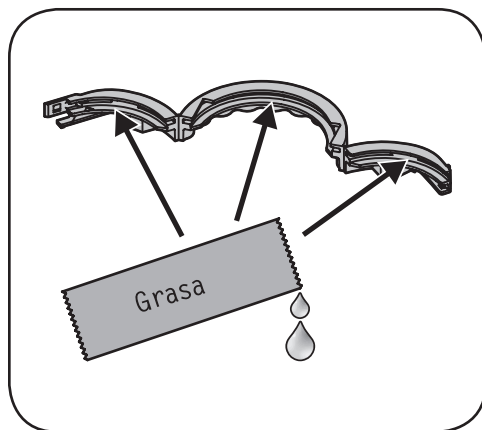

Figura 3-4
4. Place poco de la grasa de litio blanca en la banda Ofrecido caída, como se muestra en la Figura 3-4.